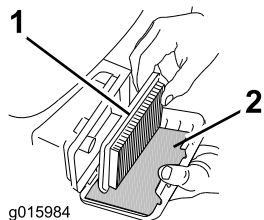

Bild 27
3. Entfernen Sie den Papierfilter und den Schaumvorfilter (Bild 27).